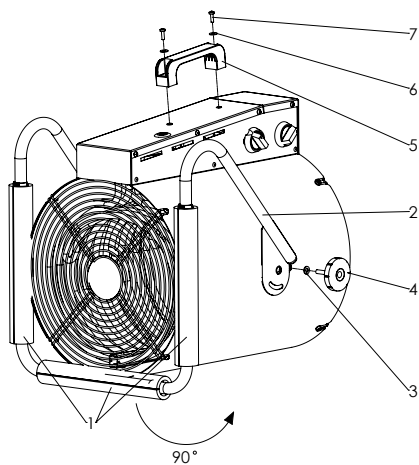

Рис. 1. Подготовка к работе
Для приведение в рабочее положение прибора необходимо снять с опоры изоляционный упаковочный материал (1), повернуть опору на  $90^\circ$ , как указано на рис. 1. На барашковый винт (4) надеть шайбу М6 (3) и закрутить через отверстие опоры в корпус. Прикрепить ручку для переноса (5) к блоку управления при помощи винта М4х14 (7) через шайбу М4 (6).
Несущая конструкция тепловентилятора (см. рис.1) состоит из кожухов наружного (1) и внутреннего, изготовленных из листовой стали и имеющих цилиндрическую форму. Во внутреннем кожухе размещены вентилятор и трубчатые электронагревательные элементы. Сверху кожуха расположен корпус блока управления (2). Кожух наружный, закрыт воздухозаборной (3) и воздуховыпускной (4) решетками, винтами устанавливается на подставку (5) и имеет возможность поворота в вертикальной плоскости. Угол поворота фиксируется ба-